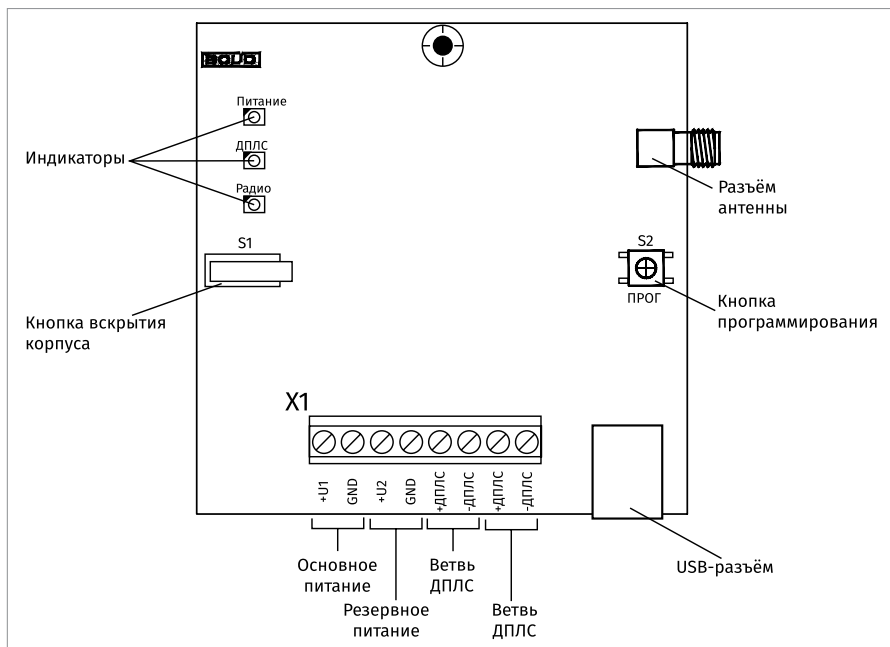

Рисунок 9. Схема подключения «С2000Р-APP125»
2. Схема внешних соединений приведена на Рисунок 9.